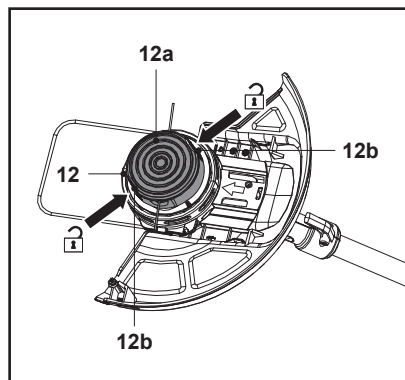

Fig. 24
2. Segure a cabeça do aparador (12) de forma estável com uma mão. Pressione os trincos de libertação (12b) em ambos os lados, levante a tampa (12a) e retire-a (Fig. 24).